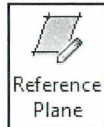

Fig. 08.83.
- Vælg **Create - Reference Plane** (Fig. 08.83).